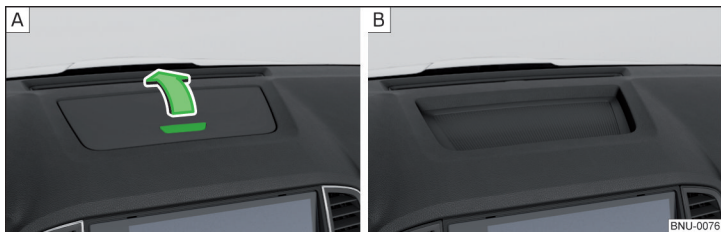

Fig. 108 Deschiderea compartimentului de depozitare/Compartimentul de depozitare nebloabil
- ▶ Pentru **deschidere**, apăsați tasta » fig. 108 - **A**; capacul se va deschide în sensul săgeții.
La unele autovehicule, compartimentul de depozitare nu are capac » fig. 108 - **B** sau în locul compartimentului de depozitare se găsește grilajul unui difuzor.